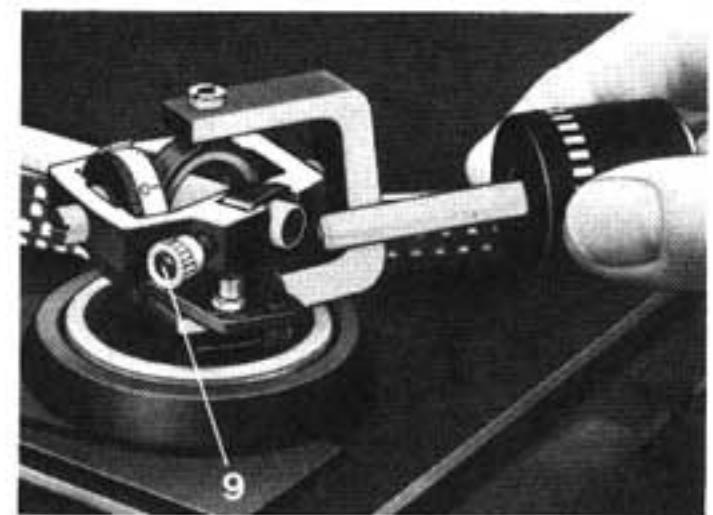

Fig. 3
Nehmen Sie bitte das Tonarm-Balancegewicht aus dem Styroporeinsatz und stecken Sie den Dorn des Balancegewichtes, nach Lösen der Feststellschraube (9), in die dafür vorgesehene Öffnung am hinteren Ende des Tonarms. Die dreikantförmige Aussparung am Dorn muß dabei nach unten zeigen (Fig. 3). Das Ausbalancieren sowie das jetzt erforderlich werdende Einstellen von Auflagekraft und Antiskating ist ausführlich beschrieben auf den Seiten 16 und 18.
Retirer le contrepoids du bras de l'emballage de styrpor, et introduisez la tige du contre-poids, après avoir desserré la vis de blocage (9), dans l'ouverture prévue à cet effet à l'extrémité arrière du bras de lecture. L'encoche triangulaire de la tige doit alors être tournée vers le bas (Fig. 3).
Take the tonearm counterbalance out of its styrofoam insert. Loosen the setscrew (9) at the rear of the tonearm, and insert the shaft of the counterbalance in the opening provided for this purpose. The triangular-shaped notch of the shaft must point in downward direction (Fig. 3).